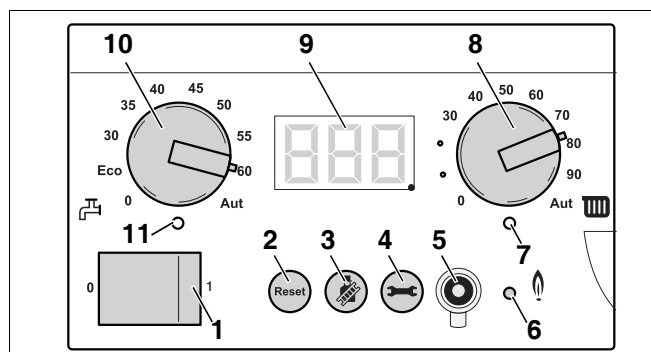

Fig. 91 BC10
- Wanneer de LED „Brander“ (→ fig. 91, [6], pag. 68) gaat branden, dient u één minuut te wachten totdat het cv-toestel op deellast brandt.